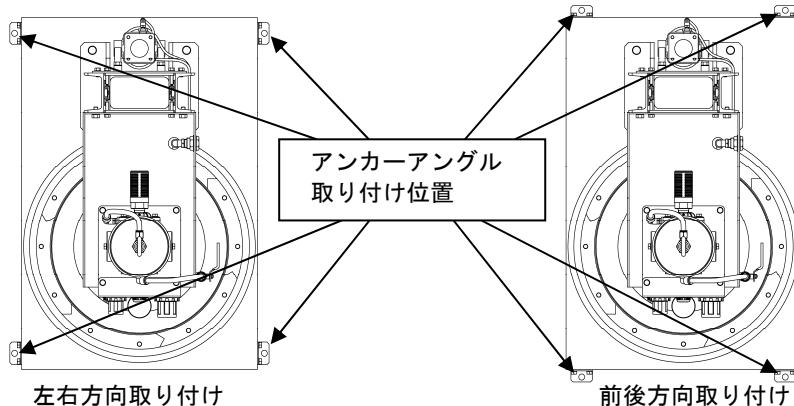

Fig. 3 アンカーアングル取り付け配置
- 2) 付属品のアンカー用アングルおよびボルト+波形バネ座金を用意し、リフトベース周囲に取り付けてください。使用環境などを考慮して前後方向または左右方向に取り付け可能ですが、必ず4つ角方向に1つずつ配置してください。（Fig. 3）